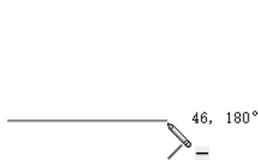

图 2-9 绘制水平直线
- ☑ 水平直线：在绘制直线过程中，笔形光标附近会出现水平直线图标符号，如图 2-9 所示。